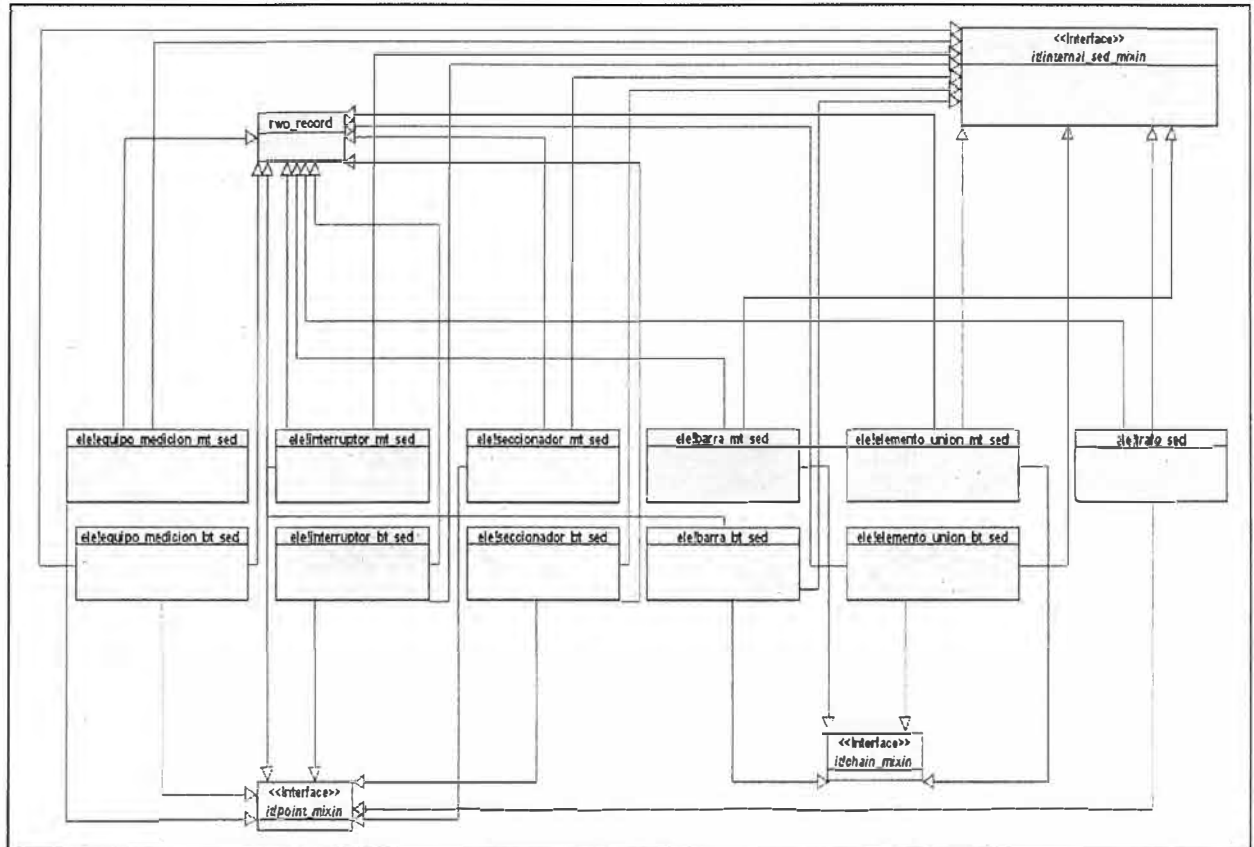

Figura 5.5 Clases de las Entidades del Mundo Interno del SED
- Clases de las Entidades del Mundo Interno del SED (figura 5.5)